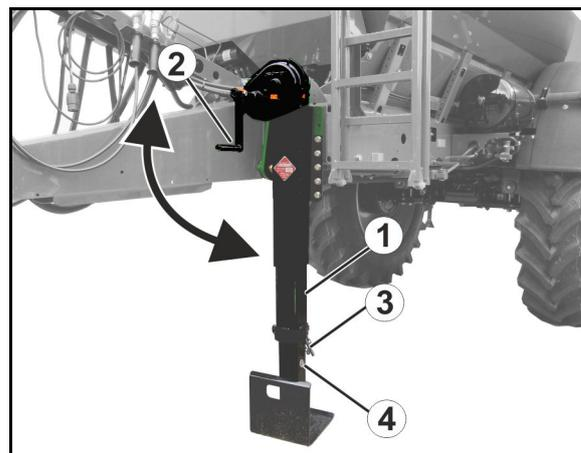

Fig. 42
1. Tourner la manivelle (Fig. 42/2) vers le haut jusqu'à arriver en butée pour relever la béquille (Fig. 42/1).
2. Retirer l'axe (Fig. 42/3) de la béquille.
4. Introduire et serrer l'axe dans l'alésage inférieur (Fig. 42/4).
1. Immobiliser la partie intérieure de la béquille et retirer l'axe (Fig. 42/3) de la béquille.
4. Tourner la manivelle (Fig. 42/2) vers le bas jusqu'à arriver en butée pour abaisser la béquille (Fig. 42/1) jusqu'à ce que la chape d'attelage soit libérée.